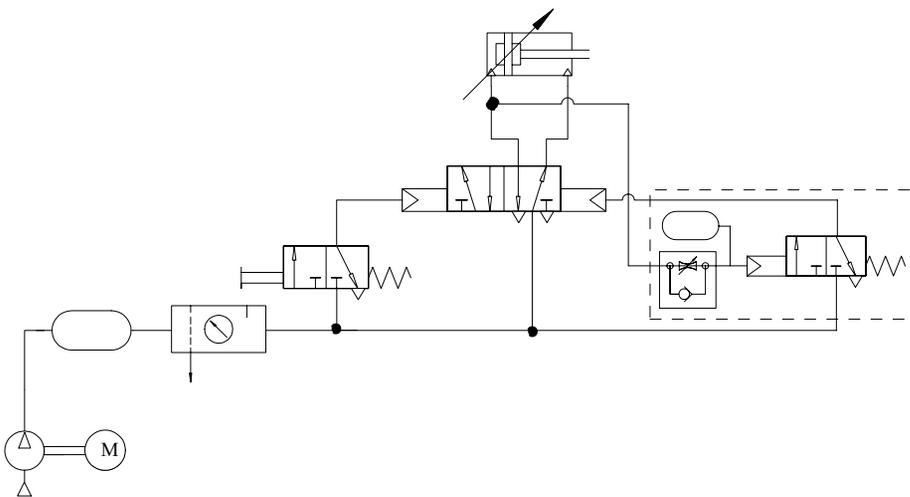

Figura 8.4. Válvula temporizadora normalmente cerrada.
21. Analizar el circuito de la figura 8.4. Proceder a armarlo en el banco de pruebas.
25. Modificar el circuito de la figura 8.4, utilizando la válvula temporizadora normalmente abierta.
26. Construir en el banco de pruebas el circuito de la figura 8.4, modificado.